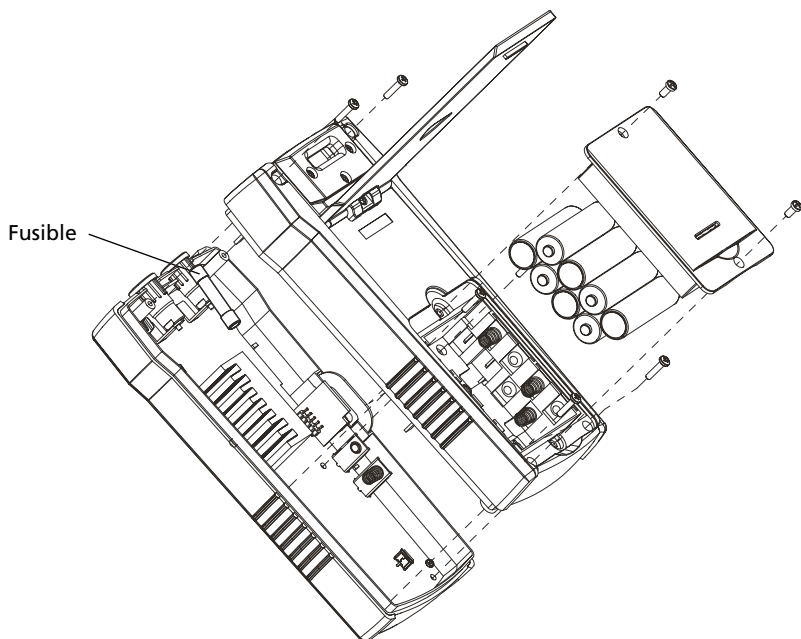

Figura 5.2: Reemplazo del fusible del transmisor
6. Extraiga la tapa posterior tirando hacia arriba (Figura 5.2).